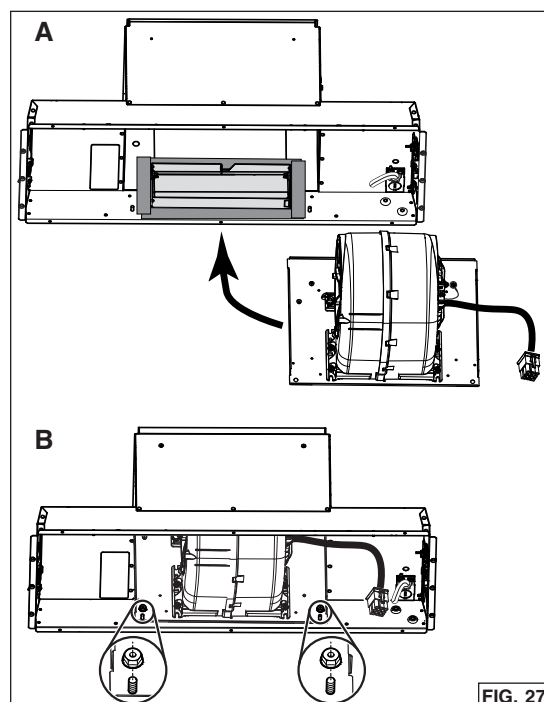

FIG. 27
5. Insérer le ventilateur avec sa plaque à l'intérieur de la hotte, à l'endroit où se trouvait la plaque arrière (A). Fixer la plaque à la hotte avec les 2 écrous retirés précédemment à l'étape 8 en page 11 (B) (FIG. 27).